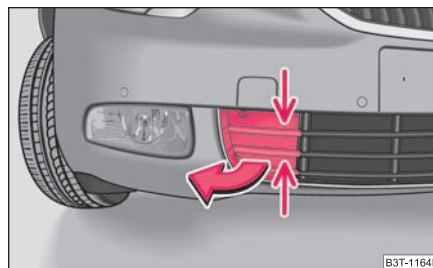

Fig. 236 Pare-chocs avant: Grille de protection
- Attrapez la grille au niveau de l'endroit marqué par des flèches ⇒ fig. 236 et enlevez-la. ▶